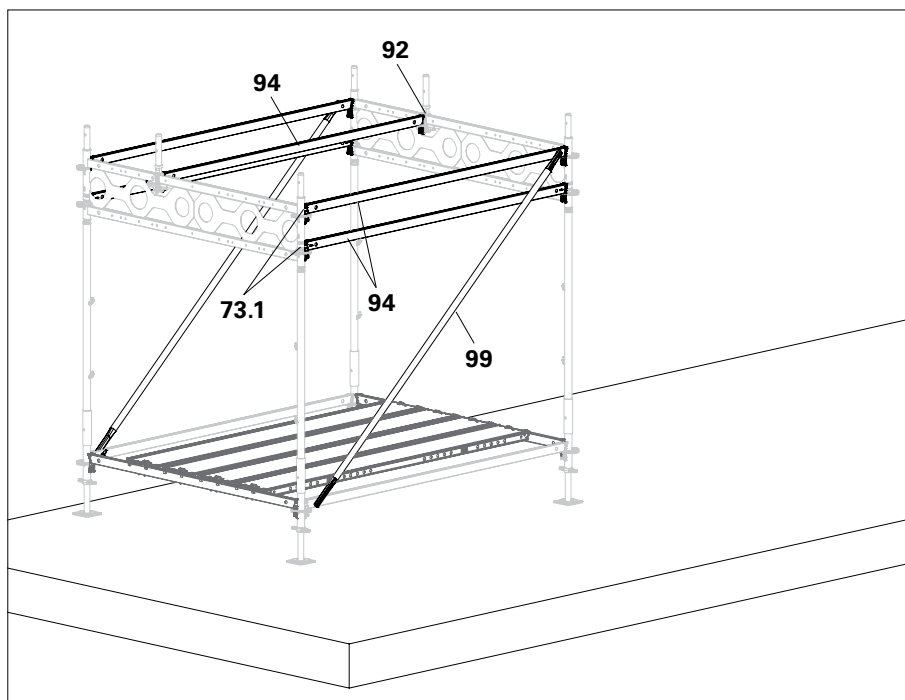

Abb. D5.05
4. Rahmenzüge mit Horizontalriegeln UH Plus (94) an der Gerüstinnen- und -außenseite verbinden:
- An vormontierten Riegelaufnahmen UHA-2 Halb mit Zapfen (92).
5. Auf Innen- und Außenseite des Durchgangsrahmens Riegeldiagonalen UBL (99) einbauen. Erst Nase oben, dann Kippfinger unten einführen. (Abb. D5.05)